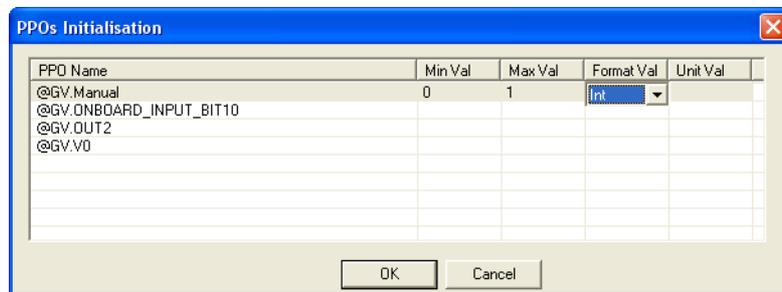

Bild 4-34 Werte für die Initialisierung der PPOs
- Geben Sie in dem Dialog die in Bild 4-34 angegebenen Werte ein.